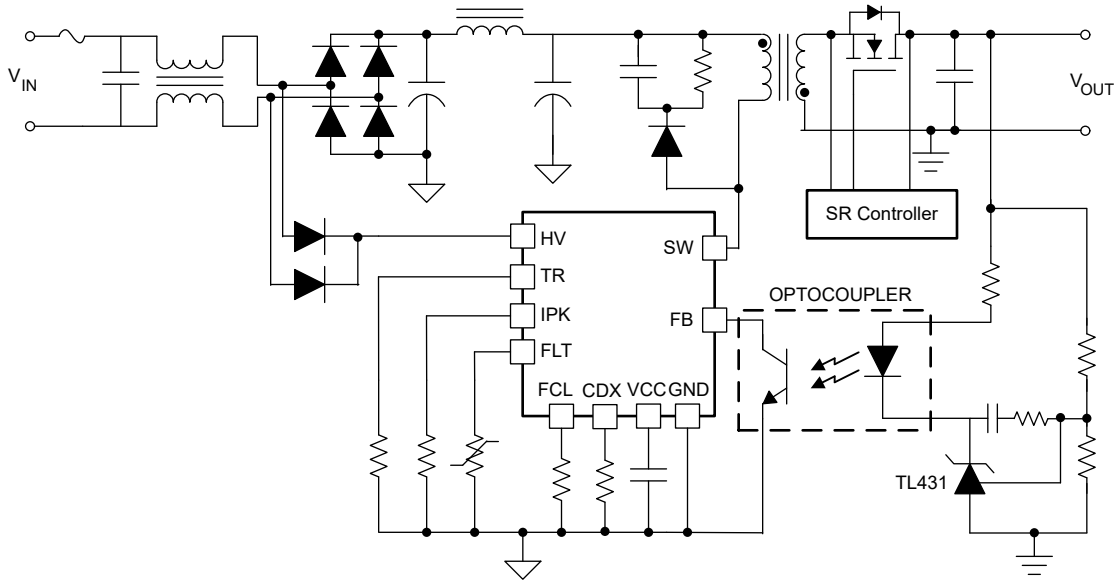

图 6-1. 采用 UCG28826 的交流/直流反激式转换器原理图
高压 (HV) 引脚应通过两个二极管 (如图 6-1 所示) 连接到线路输入处 X 电容器的两端。该引脚在启动时对辅助电源 (VCC) 电容器充电。当输入线路电压被移除时，HV 引脚也会使 X 电容器放电。